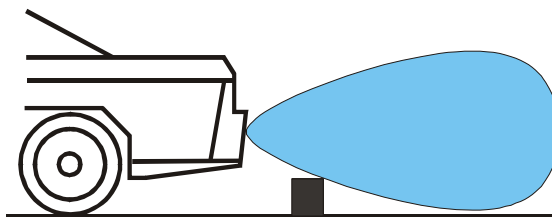

Рис. 10
**7.2** Минимальное расстояние обнаружения бордюра (и других низко расположенных объектов), т.н. ширина «вертикальной мертвой зоны», зависит от высоты и угла установки датчиков (см. рис. 10). Например, при высоте установки датчиков 60 см, минимальное расстояние обнаружения бордюра высотой 20 см будет около 70см, а при высоте датчиков 40 см и угле наклона  $7^\circ$ , минимальное расстояние обнаружения такого бордюра бу-